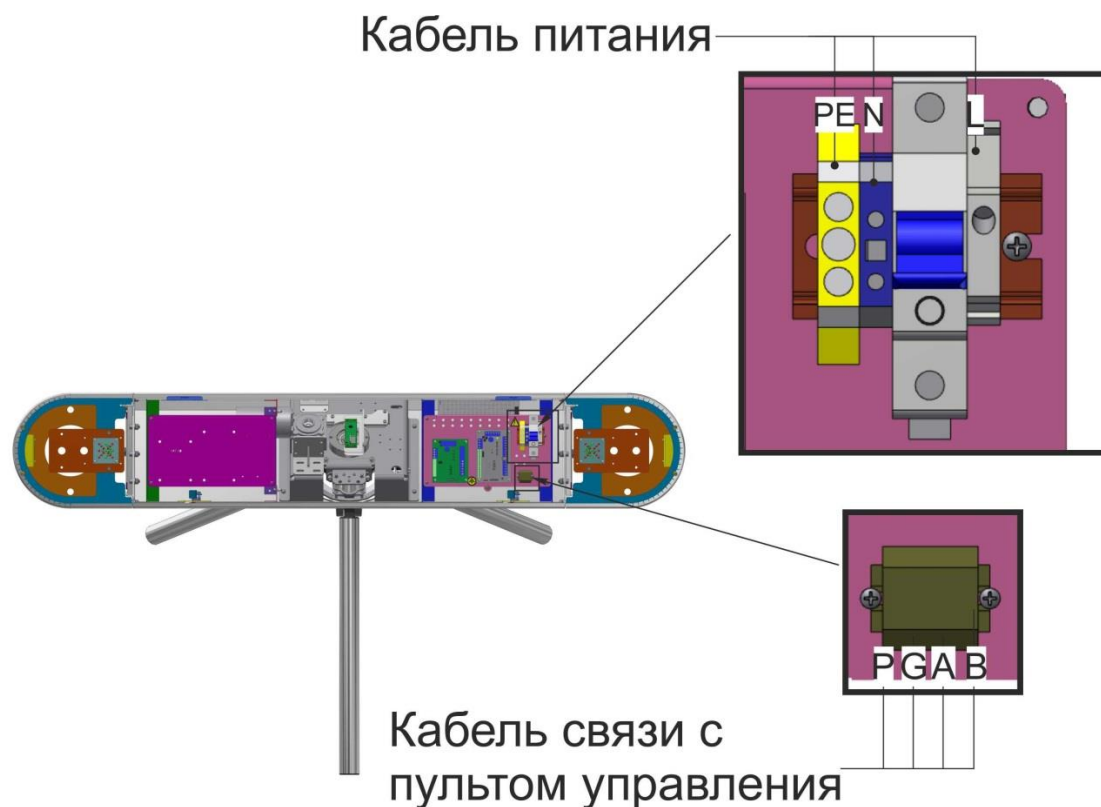

Рис. 17– Подключение кабеля питания и кабеля связи с пультом управления
13) Подключение турникета(Рис.17):
- б) Подключить к клеммам кабель связи с пультом управления (Рис.17):